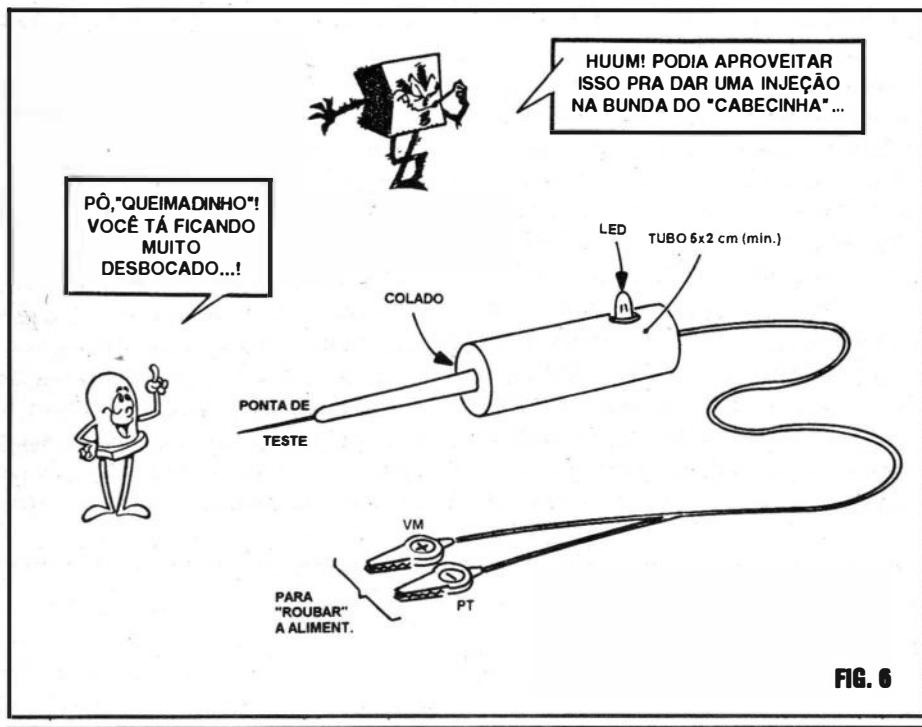

FIG. 6
- FIG. 6 - SUGESTÃO PARA O ACABAMENTO - Usando o **container** cilíndrico recomendado no item DIVERSOS/OPCIONAIS da LISTA DE PEÇAS, o encapsulamento e acabamento final do circuito poderá seguir a sugestão mostrada, resultando num instrumento prático, fácil de usar, elegante na sua forma... Notar a posição recomendada para o LED e respectiva furação na caixinha tubular... Observar ainda que a ponta de prova deve ser colada à extremidade circular frontal da caixinha cilíndrica, enquanto que o par de cabos longos de alimentação (às garras “jacaré”...) devem sair de um furo feito no outro extremo da caixinha... Com um mínimo de trabalho e de “capricho”, o Leitor/“Alu-